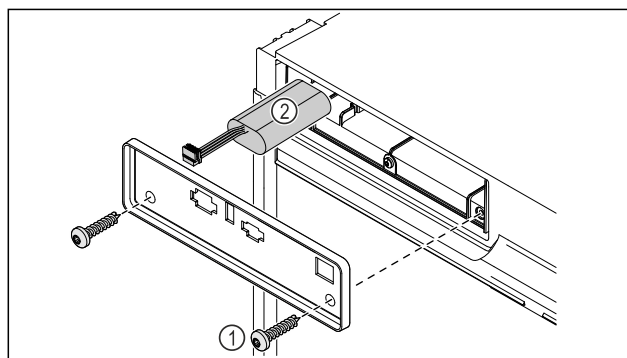

Fig. 189
- ▶ Odvrnite vijke i skinite poklopac na stražnjoj strani uređaja Fig. 189 (1).
- ▶ Iskopčajte i izvadite bateriju Fig. 189 (2).